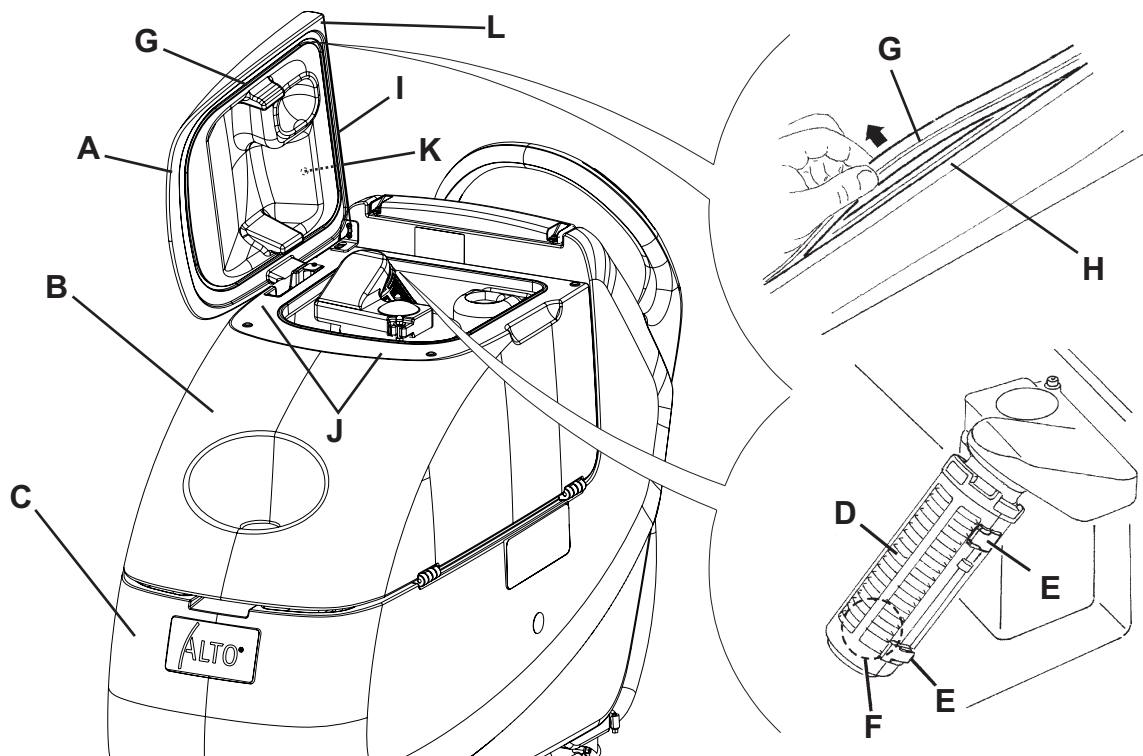

Abbildung 4
1. Das Netzkabel (3) von dem Stromnetz trennen und ihn auf den Halter (4) aufwickeln.
3. Den Deckel (18) in der Waschposition (L, Abb. 4) bringen.
4. Den Deckel (A), die Tanks (B und C) und das Ansauggitter mit automatischem Schwimmverschluss (D) mit klarem Wasser reinigen und waschen.